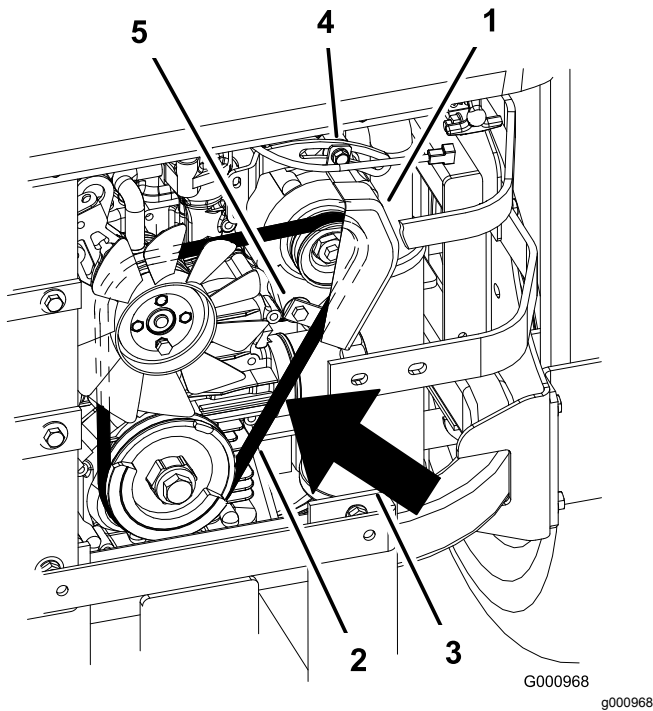

Bild 65
2. Stellen Sie die Lichtmaschine nach außen ein, sodass der Riemen zwischen den Motor- und Lichtmaschinenspannscheiben beim Aufbringen einer Kraft von 10 kg 7 mm bis 9 mm durchbiegt (Bild 65).
5. Wenn die Spannung richtig ist, ziehen Sie die untere und obere Schraube fest (Bild 65).